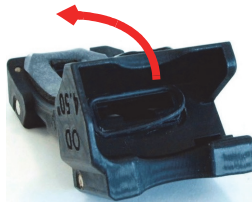

Figura 5-4 Sostituzione della guarnizione o-ring sullo zoccolo
1. Usare un attrezzo idoneo come un piccolo cacciavite a taglio per sollevare e estrarre con precauzione la guarnizione o-ring da sostituire senza danneggiare la superficie di applicazione sullo zoccolo (vedi Figura 5-4 a pagina 52).